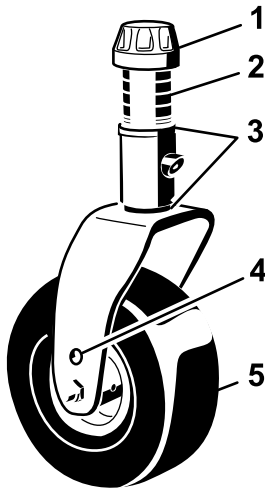

Figura 22
- Retire a tampa de tensionamento do eixo roscado e desloque o fuso para fora do braço da roda giratória (Figura 22).